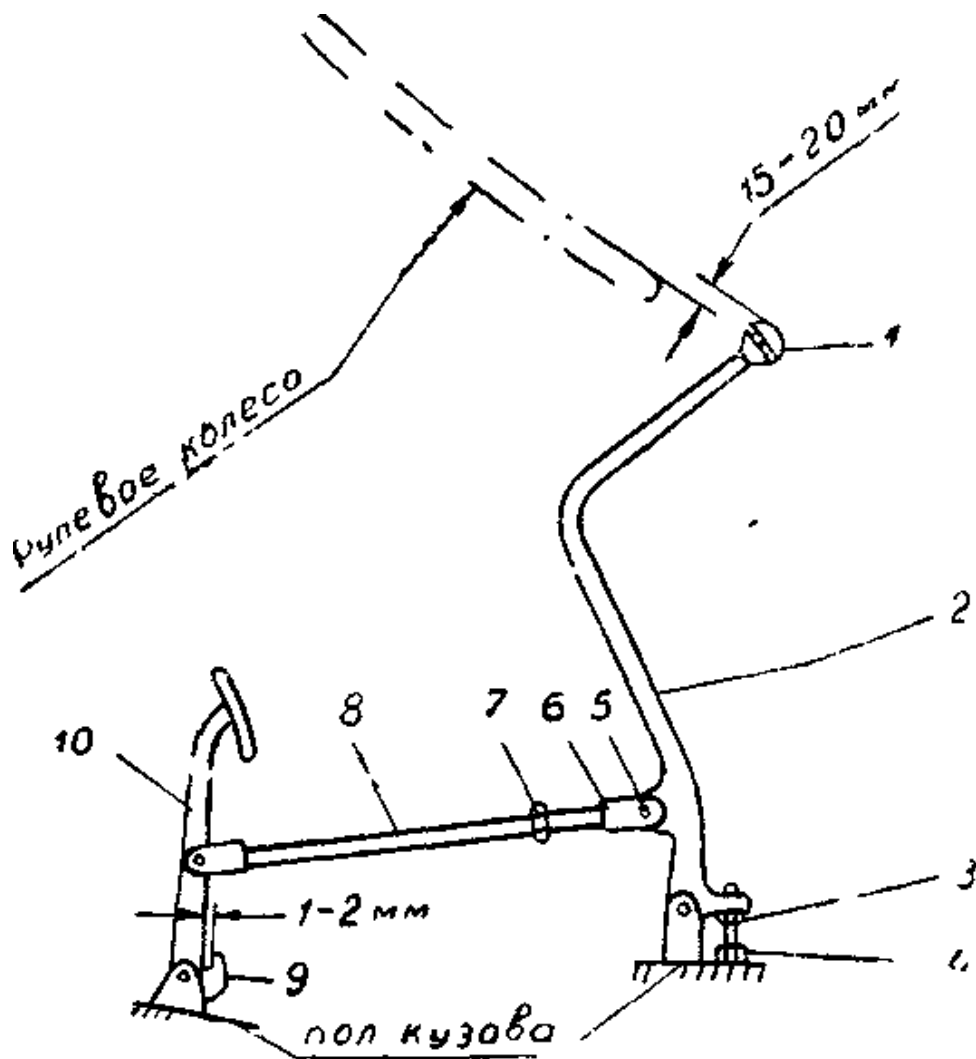

Рис. 101 Привод гидравлического тормоза
1. Привод управления гидравлическим тормозом (рис. 101) имеет две регулировки: положение рычага 1 гидравлического тормоза и зазор между поводком 9 и рычагом педали тормоза 10.